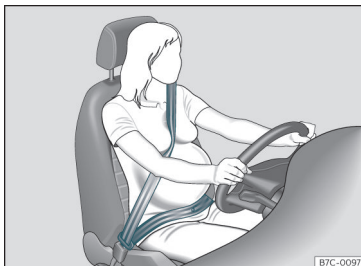

Abb. 12 Gurtbandverlauf bei schwangeren Frauen.
Bei **schwangeren Frauen** muss der Sicherheitsgurt gleichmäßig über die Brust und möglichst tief vor dem Becken verlaufen sowie flach anliegen, damit kein Druck auf den Unterleib ausgeübt wird - und das während der gesamten Schwangerschaft»» **Abb. 12**.
- Bei schwangeren Frauen muss das Beckengurtteil des Sicherheitsgurtes möglichst tief vor dem Becken verlaufen und um den Bauch herum „flach anliegen“»» **Abb. 12**.